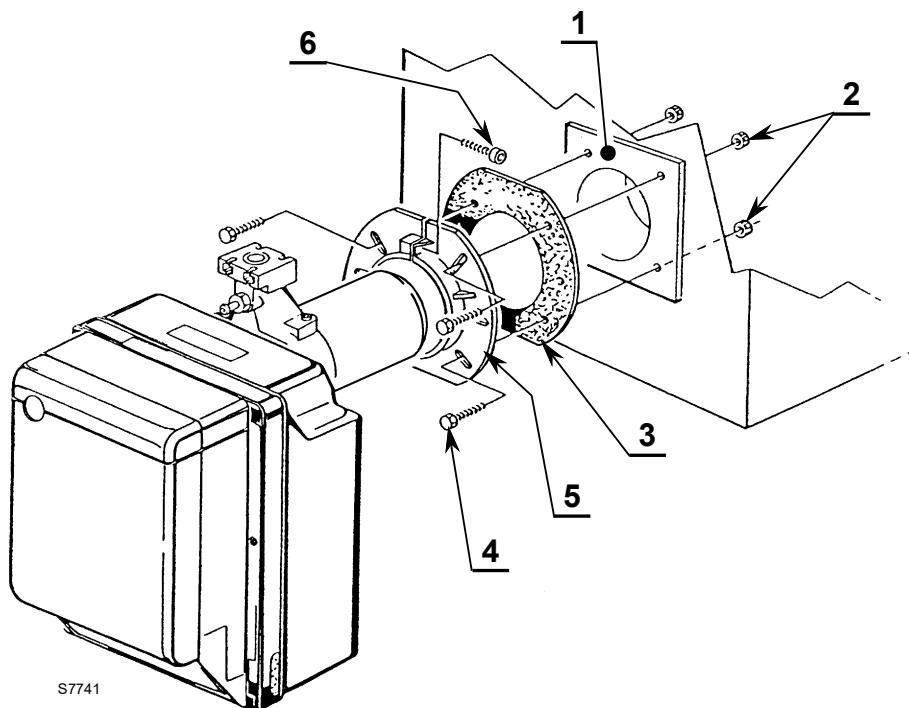

Fig. 10
- Fije la brida 5 (Fig. 10) en la puerta de caldera 1 (Fig. 10) interponiendo la junta aislante 3 con los cuatro tornillos 4 y (si es necesario) las tuercas 2 pero manteniendo apretado uno de los dos tornillos superiores 4 (Fig. 10).
- Introducir el cabezal de combustión del quemador en la brida 5 (Fig. 10), apretar la brida con el tornillo 6, después apretar el tornillo 4 (Fig. 10) que estaba flojo.